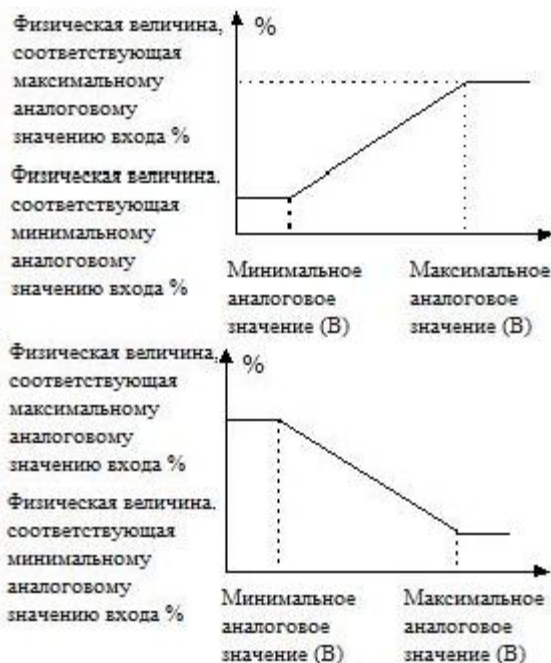

Рисунок 5.4.1 Линейная кривая аналогового входа
- ◆ Пользователи через настройки Р4.01 - Р4.04 Р4.06 - Р4.09 и Р4.11 - Р4.14 могут определить две характерные линейные кривые. Положительная и отрицательная функции показаны на Рис.5.4.1.